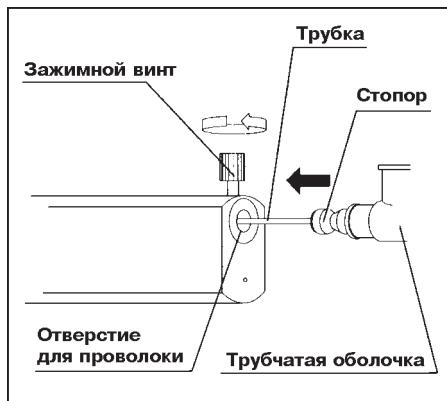

Рис. 3.4.
- 8.** Стопор трубчатой оболочки вставьте до упора в отверстие на держателе BML-инструментальной рукоятки (см. рис. 3.4).
- 9.** Затяните зажимной винт на BML-инструментальной рукоятке поворотом по часовой стрелке до упора (см. рис. 3.4).